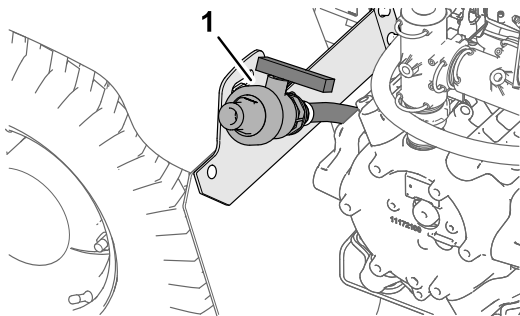

Figure 40
2. Trouvez l'emplacement du robinet de vidange de la cuve sur l'aile arrière gauche de la machine (Figure 40).